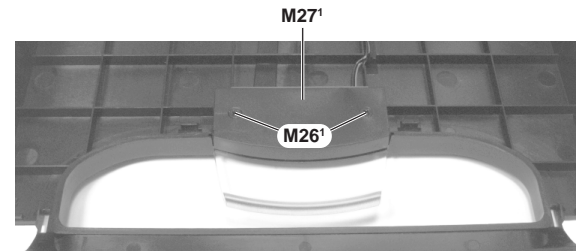

Fig. 8
- 2 Schrauben **M26¹** herauserschrauben und die Abdeckung **M27¹** abnehmen (Fig. 8).
- Undo 2 screws **M26¹** and take cover **M27¹** off (Fig. 8).